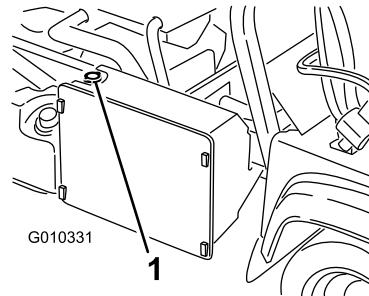

Figura 70
3. Retire el tapón del radiador (Figura 70).
4. Retire el tapón del depósito auxiliar (Figura 70).
7. Rellene el radiador y coloque el tapón (Figura 70).